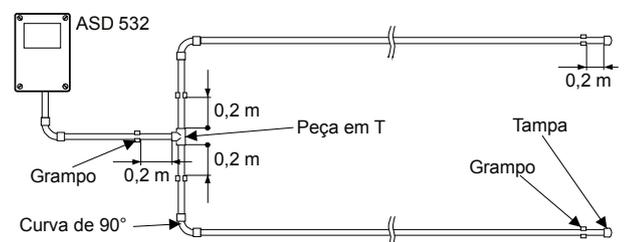

Fig. 9 Curvas de 90°, ponto de ramificação
- A partir dos pontos de ramificação da conduta de aspiração, a partir da peça em T até aos grampos tem de haver um espaço mínimo de 0,2 m, **Fig. 9**.
- Para mudar direções nas vigilâncias volumétricas devem ser preferencialmente utilizadas curvas de 90° em vez de joelhos de 90°, **Fig. 9**.